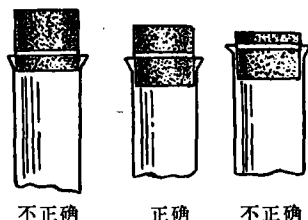

图9 塞子塞入瓶口
1. 仪器的配塞: 仪器配塞以前,必须先选好塞子。塞子的大小应恰与仪器的口径适合。塞子进入瓶口或管口部分,不能少于塞子高度的 $\frac{1}{3}$,亦不能多于 $\frac{2}{3}$ (图9)。